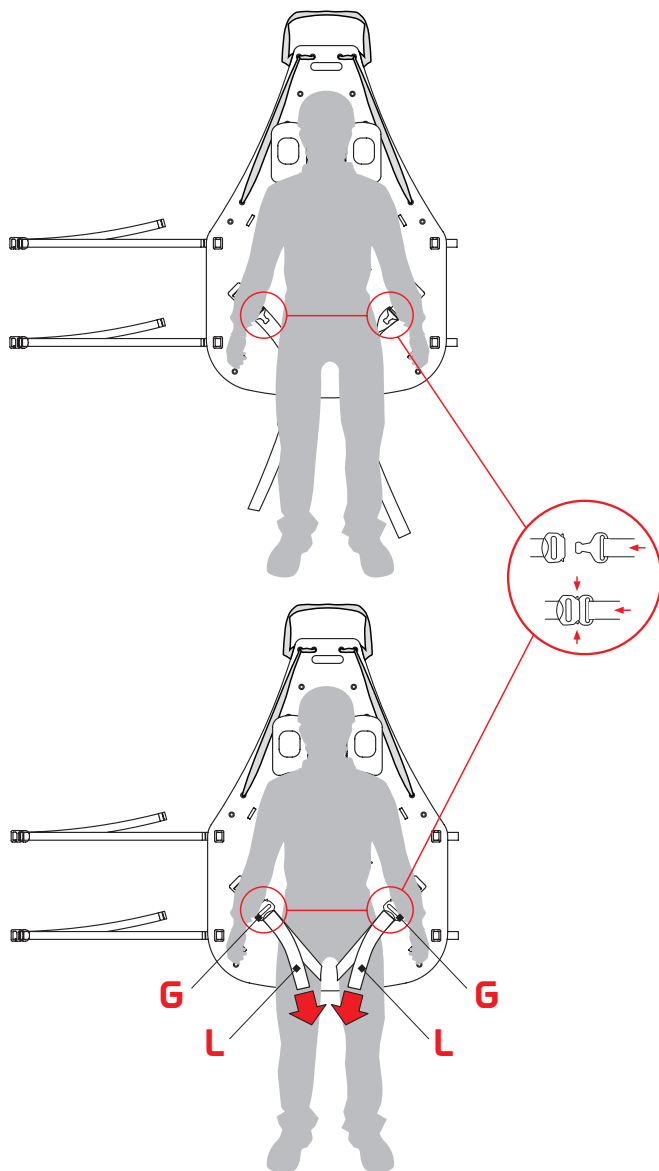

Fig.15
- a) agganciare le fibbie automatiche (G) e tensionare i cuscini (L) – (fig. 15),